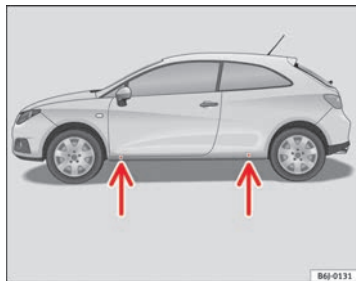

Fig. 137 Puntos de apoyo del gato
- Busque en el larguero inferior del vehículo el punto de apoyo mas cercano a la rueda pinchada ⇒ fig. 137.
En el larguero inferior van marcados los lugares en los que se puede apoyar el gato ⇒ fig. 137. Se ha previsto un lugar para cada rueda. El gato no debe colocarse en otros lugares.